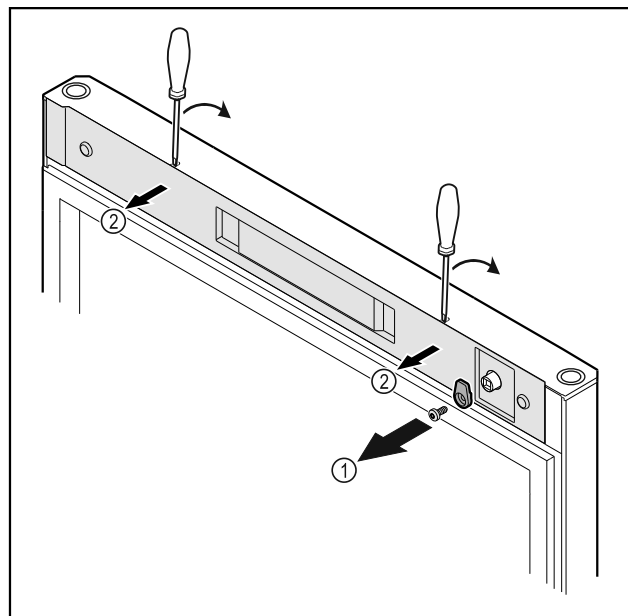

Fig. 19
- ▶ Deșurubați Fig. 19 (1) cârligul de închidere.
- ▶ Deblocați apărătoarea Fig. 19 (1) cu o șurubelniță mică și detașați-o.